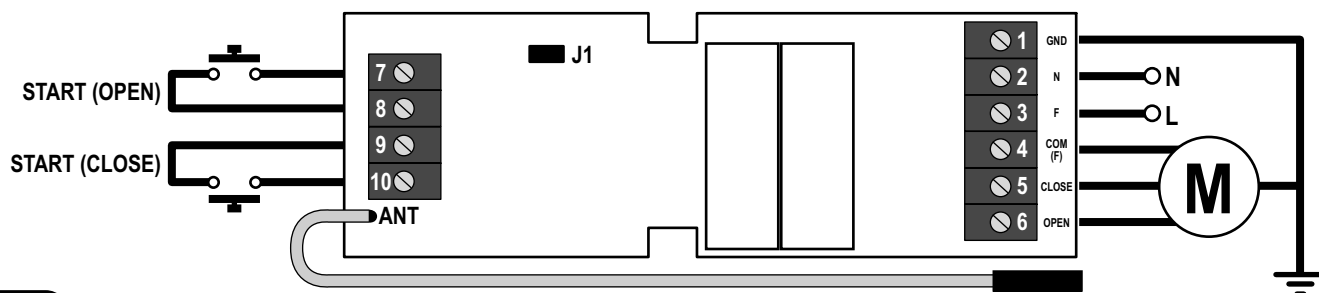

Fig.1
La centrale est réglée pour le fonctionnement à 2 poussoirs (Fig. 1).
1. Brancher les boutons-poussoirs comme l'indique la Fig. 1